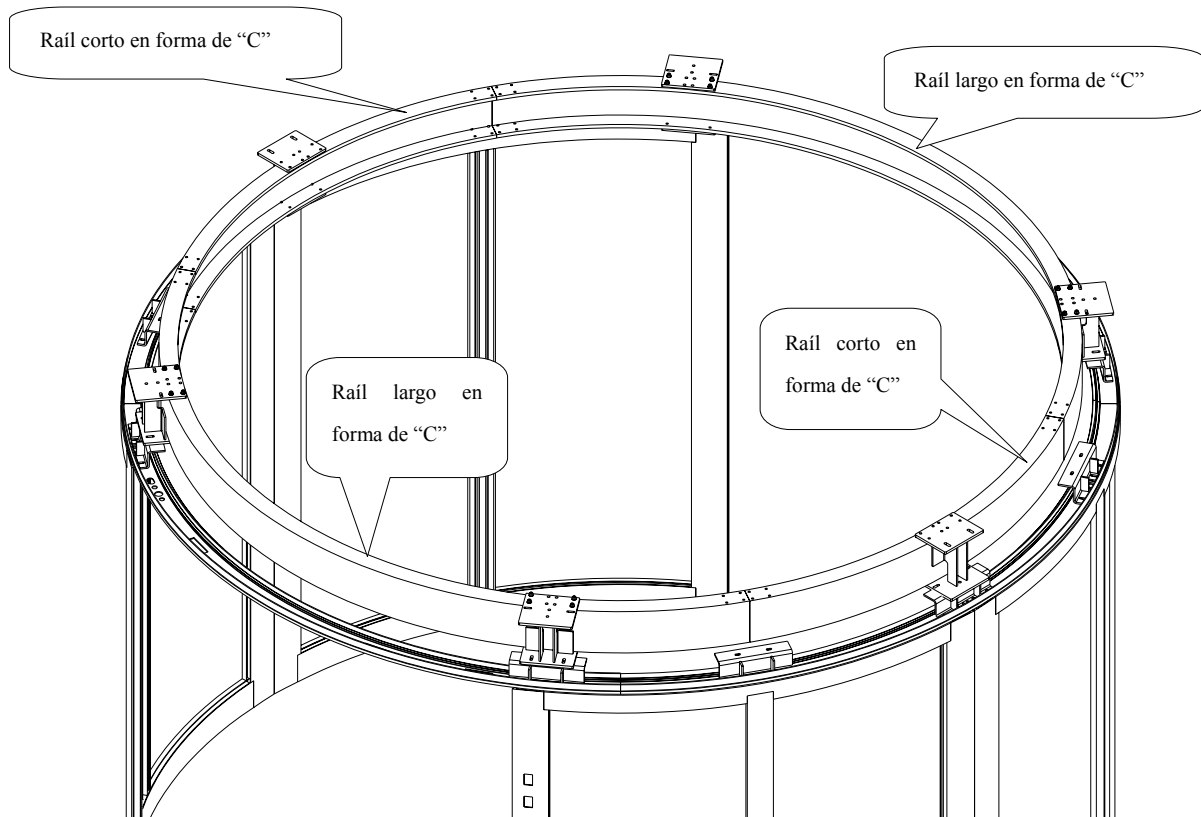

Figura 8-3
8.3 Coloque estos dos raíles cortos en forma de “C” en el lugar de instalación (Figura 8-3). Fije la abrazadera en el rack de soporte en forma de “Z” de la misma manera.